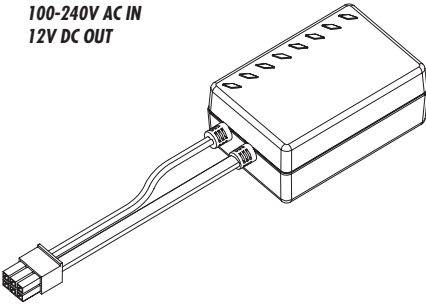
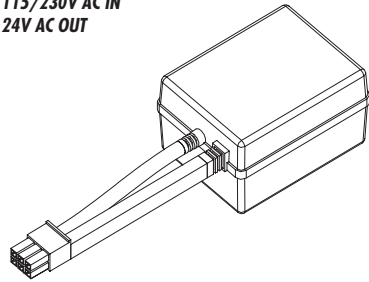

Fig. 8
Fig. 9
Die Netzteil weist eine Eingangsspannung von 100-240V AC und eine Ausgangsspannung von 12V AC, 1A (Fig. 8); oder eine Eingangsspannung von 115/230V AC und eine Ausgangsspannung von 24V AC, 400mA (Fig. 9).
- 100-240V AC IN / 12V DC OUT (Fig. 8)
- 115/230V AC IN/ 24V AC OUT (Fig. 9)